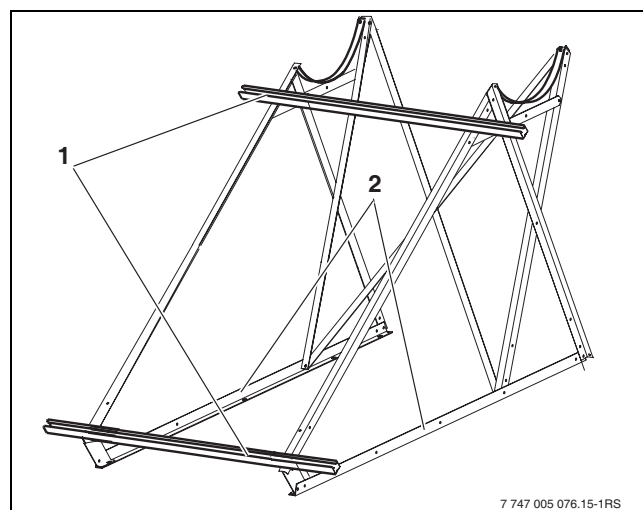

Fig. 15 Atornillar los perfiles de cubierta plana/tejado inclinado
- Atornillar el perfil cubierta plana/tejado inclinado (Fig. 15, (1)) a los perfiles de soporte del captador por arriba, por abajo y por el centro.
- Alinear los perfiles de soporte inferiores (Fig. 15, (2)) de forma que queden paralelos.